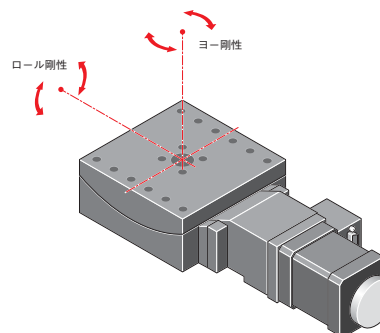

図3-16-4 モーメント剛性
3.16-4 傾斜ステージのモーメント剛性【図3-16-4】